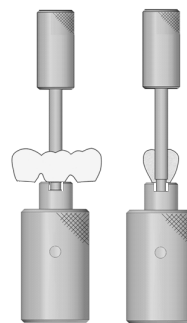

図 2
- 5) ラッピングドライバー EX B (Ti) の使用方法（図 2）
- ① ドライバーガイド EX (Ti) を鋳造体咬合面側よりアクセスホールに挿入する。
- ② 鋳造体より突出したドライバーガイド EX (Ti) のシャフト部とラッピングドライバー EX B (Ti) を組み合わせる。
- ③ 鋳造体より突出したドライバーガイド EX (Ti) のシャフト部を軸にしてラッピングドライバー EX B (Ti) を用手的に右回転させ、チタンベース AB との接合面を研磨調整する。